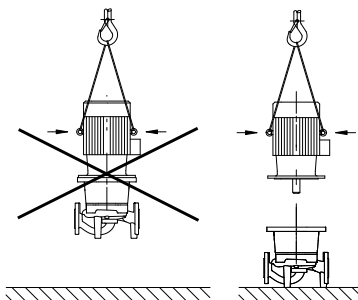

Fig. 8: Motora transportēšana
- Pie motora izvietotās celšanas skrūves ar cilpu paredzētas tikai motora un nevis visa sūkņa transportēšanai (Fig. 8).